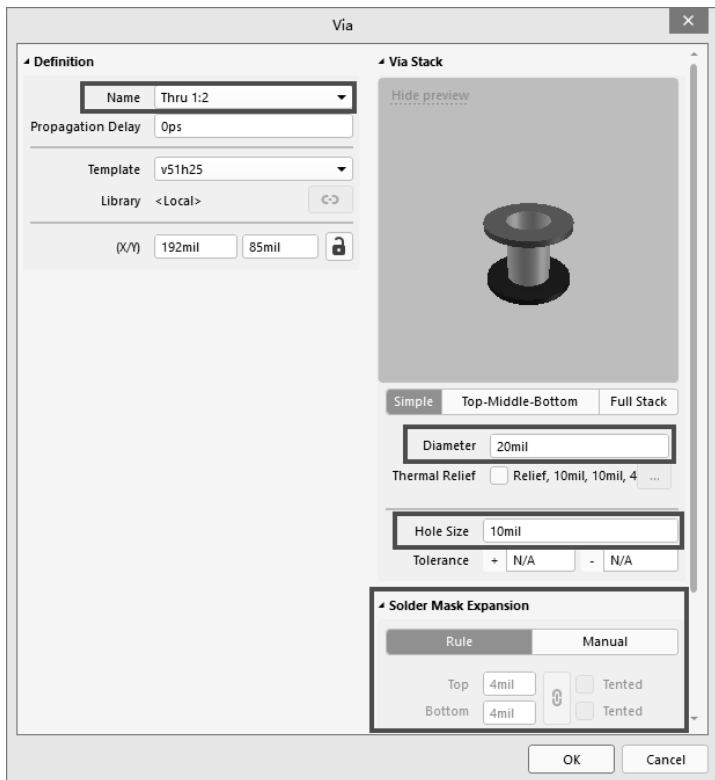

图 3-30 过孔属性编辑面板
- (1) 执行菜单栏中“放置”→“过孔”命令，或者单击工具栏中“放置过孔”按钮, 光标变成十字形状并带有一个过孔图标。
- (2) 移动光标到需要放置过孔的位置处，单击即可放置该过孔。
- (3) 此时软件仍处于放置过孔状态，重复步骤(2)即可放置其他的过孔。
- (4) 设置过孔属性。双击需要设置属性的过孔（或在放置状态下按 Tab 键），系统将弹出相应的过孔属性编辑面板，如图 3-30 所示。